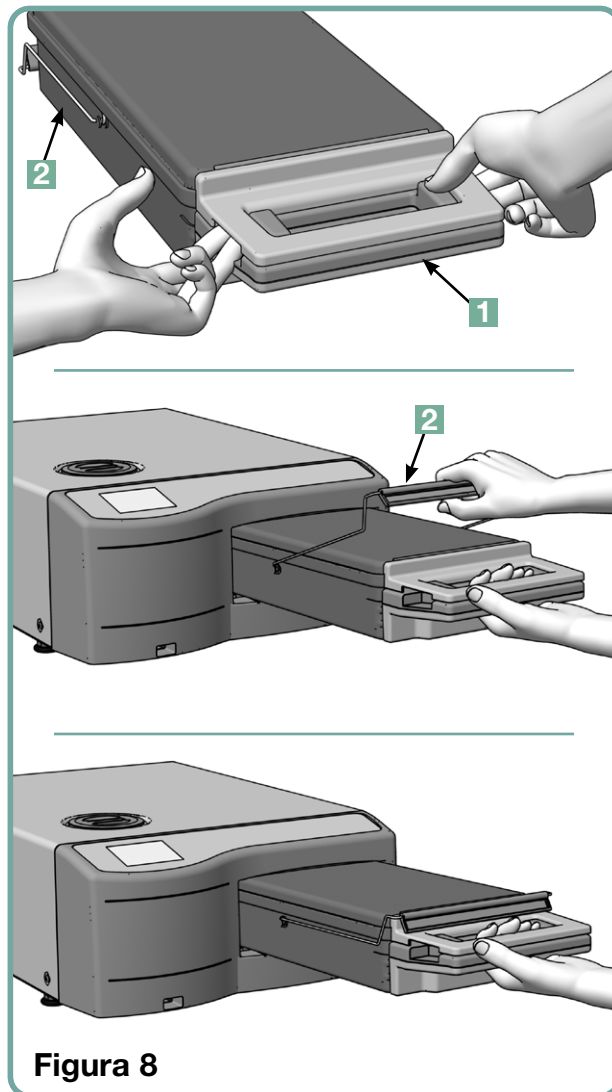

Figura 8
1. Țineți mânerul casetei cu o mână și mânerul de transport cu cealaltă mână, așa cum este arătat în figura 8.